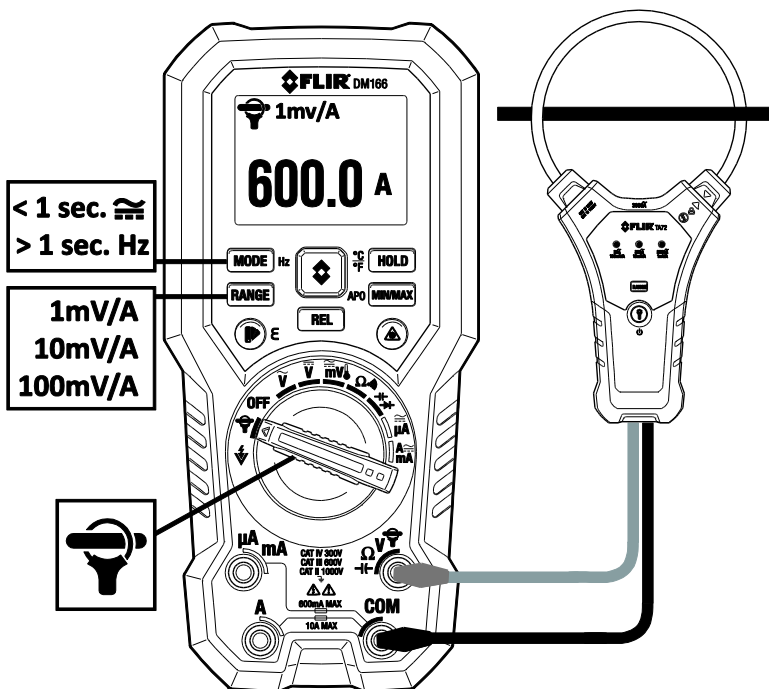

Fig. 6-10 Använda FLEX-tången
2. Anslut en tångadapter som visas i **fig. 6-10**.